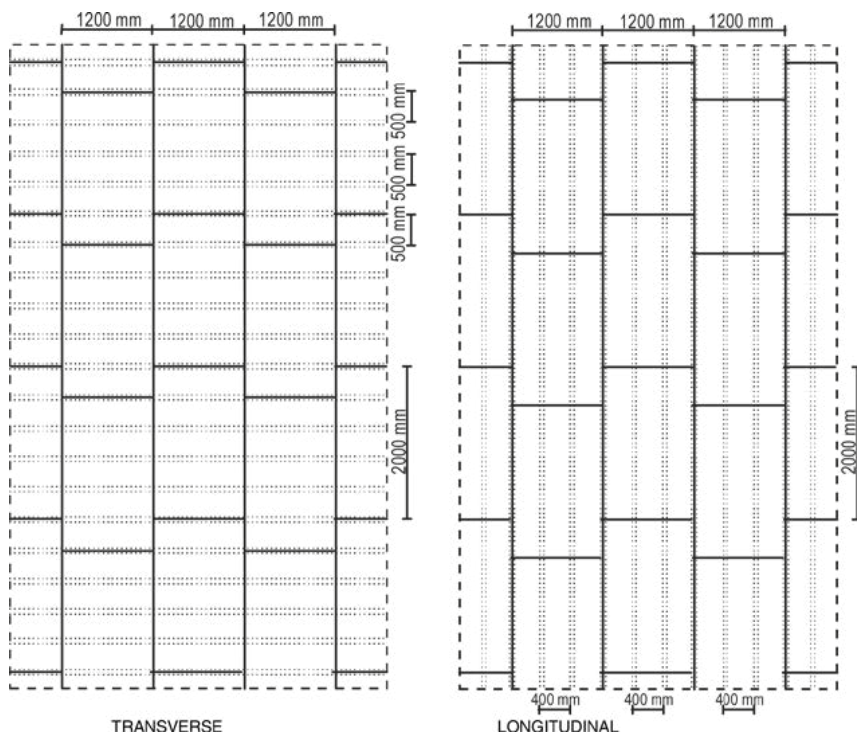

Fig. 16. Metoda de instalare a placilor de gips-carton pentru tavane suspendate
5.2.1.4. Verificati distantele maxime si tipurile de conectori si comparati cu instructiunile furnizorului de sistem si specificatiile sistemului. Verificati distantele maxime si tipurile de conectori si comparati cu instructiunile furnizorului de sistem si specificatiile sistemului. De obicei, daca se foloseste un cadru pentru tavan care se intersecteaza, pe doua nivele, cu o singura placa de 12.5 mm, fara sarcina suplimentara, stratul superior (principal) necesita distante < 100 cm si cel inferior (suport), distante < 40 pana la 50 cm, in functie de directia placii de gips-carton (Fig. 16). Distanța maxima dintre elementele de prindere nu va depasi 100 cm.